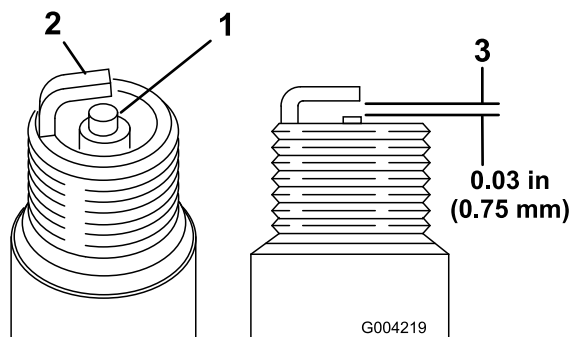

Figura 34
2. Compruebe la separación entre los electrodos central y lateral (Figura 34).
3. Si la distancia no es correcta, doble el electrodo lateral (Figura 34).
1. Mire la parte central de ambas bujías (Figura 34). Si se observa un color gris o marrón claro en el aislante, el motor está funcionando correctamente. Si el aislante aparece de color negro, significa que el limpiador de aire está sucio.